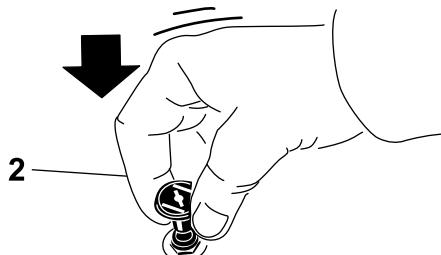

Рисунок 22
- После запуска двигателя нажмите вниз на ручку воздушной заслонки, чтобы открыть ее (Рисунок 22).
- Потяните вверх ручку воздушной заслонки, чтобы закрыть ее перед включением зажигания (Рисунок 22).